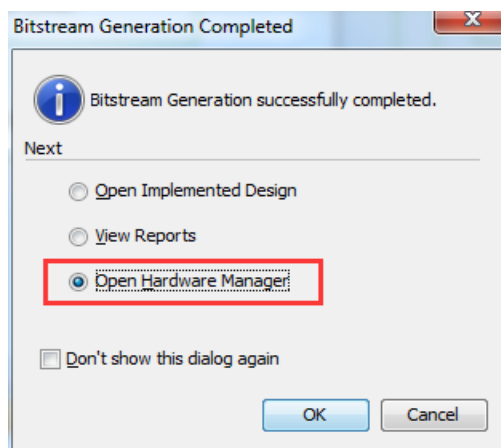

图 2-21 打开 Hardware Manager
7) 生成编译文件后，选择 Open Hardware Manager，打开硬件管理器，进行板级验证，如图 2-21。